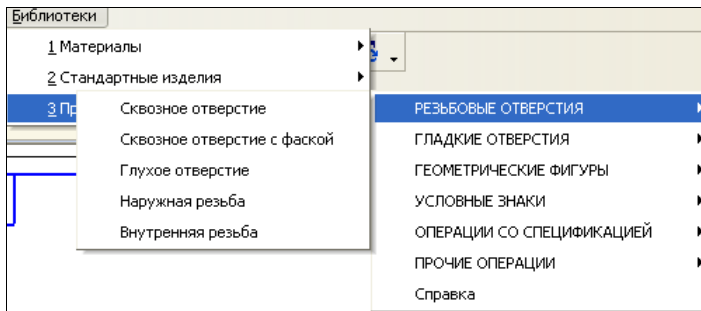

Рис. 26.11. Выпадающее меню пункта **Библиотеки** с раскрытой Прикладной библиотекой
- ♦ в Строке меню подведите курсор к пункту **Библиотеки** и щелкните ЛК мыши. Он раскроется, и вы увидите выпадающий список подключенных библиотек (рис. 26.11). Причем под номером один всегда подключена библиотека **Материалы**;